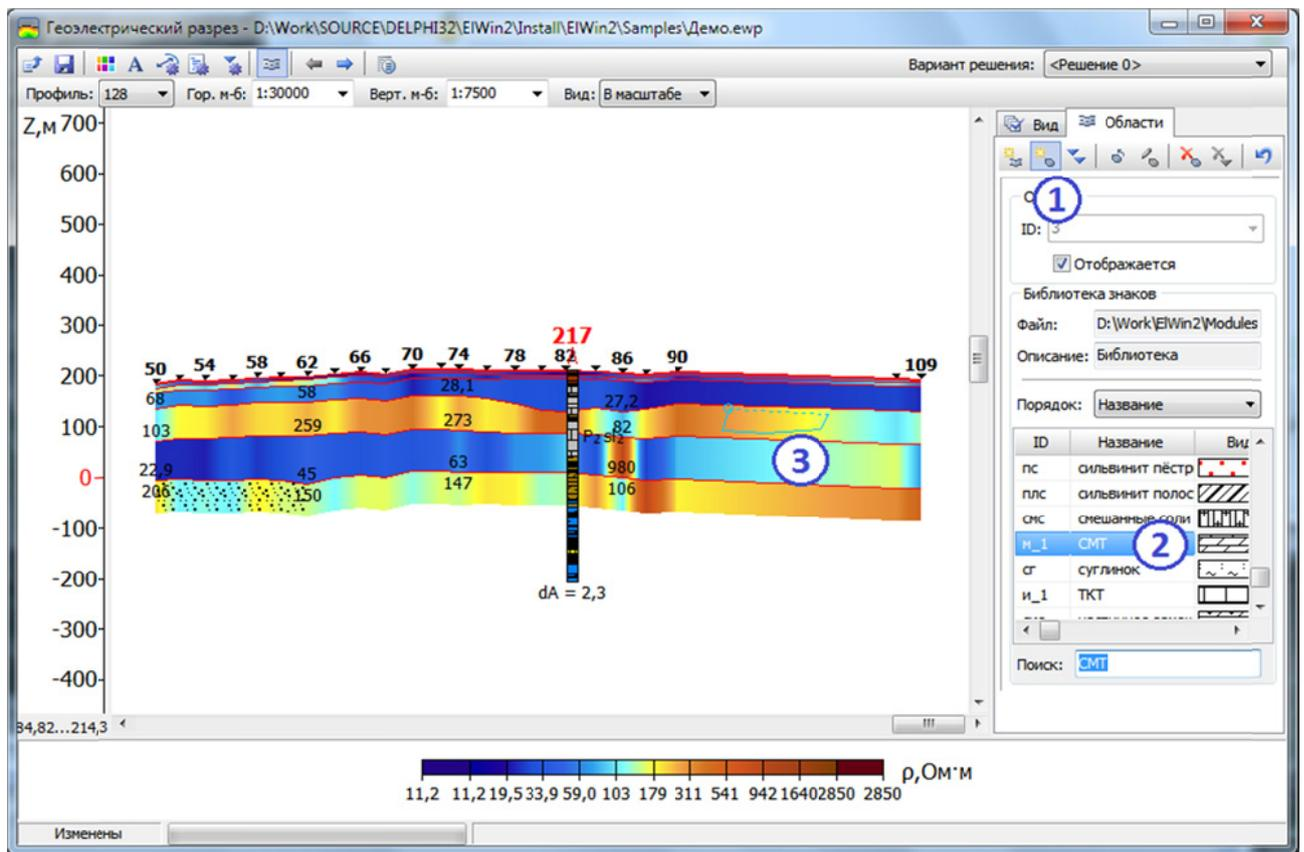

Рис. 6.4.3. Создание произвольных областей, залитых геологической символикой
- нажмите кнопку  на правой панели инструментов (рис. 6.4.3, цифра 1);